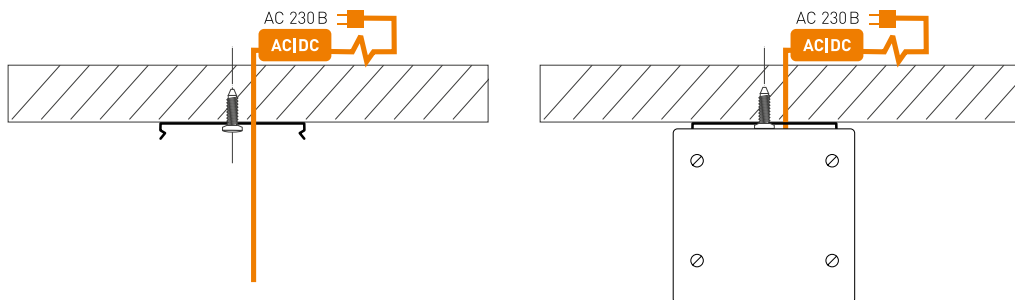

Рис. 1. Установка и подключение светильника
- 3.4. Закрепите держатели из комплекта поставки на поверхности винтами из комплекта поставки, как показано на рис. 1.